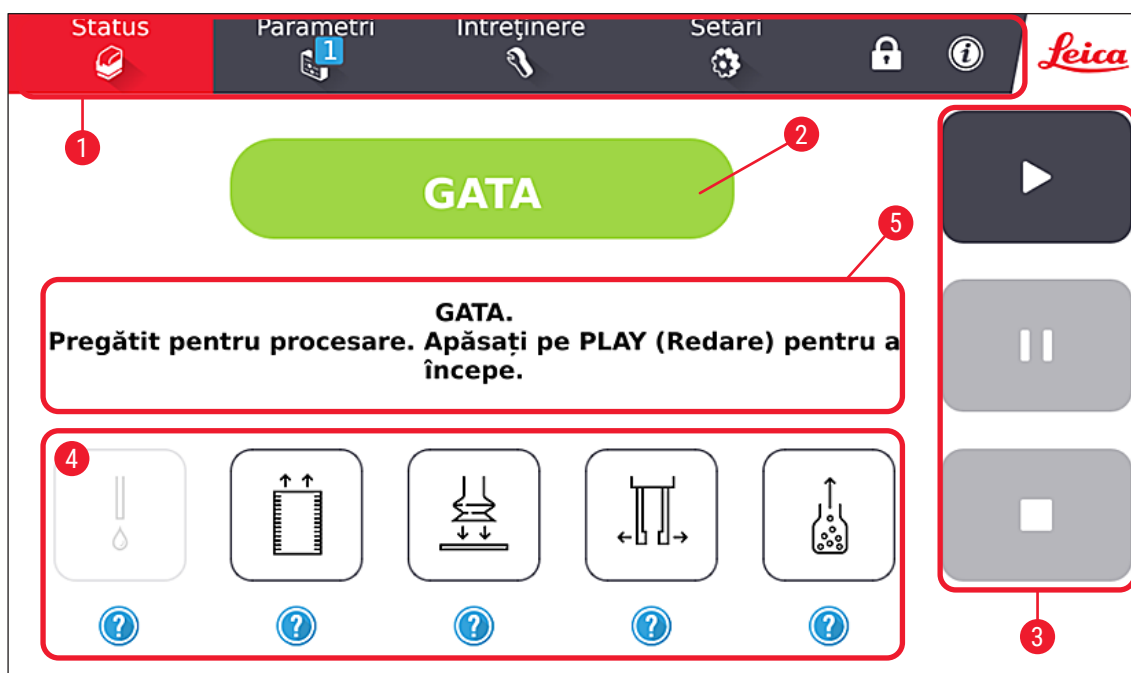

Fig. 38
- ① Asigurați-vă că este disponibilă o sticlă umplută și pregătită corespunzător cu mediu de soluție de montare. În mod ideal, aparatul se află în modul inactiv și nu este în curs de acoperire.
5. Apăsați butonul **AERISIRE MEDIU DE MONTARE** din fereastra principală (→ Fig. 38) și deschideți capacul roșu al conectorului flaconului de mediu de montare gol.
Operarea și programarea HistoCore CHROMAX CV se derulează cu ajutorul unui ecran tactil color. Dacă nu există nicio procesare în curs, ecranul afișează următoarea fereastră principală (→ Fig. 38) după inițializare. REF.7
- 1 Afișează ecranul **Status** (→ Fig. 38).